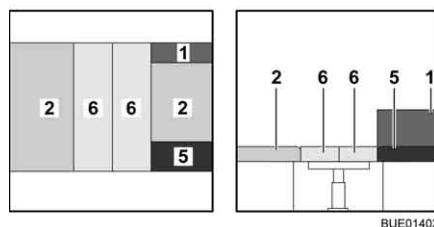

Fig. 123 Dopo la trasformazione
- Posizionare il cuscino aggiuntivo 1 (Fig. 123,5) sulla prolunga della panca.
- Posizionare due cuscini aggiuntivi (Fig. 123,6) sul tavolo.